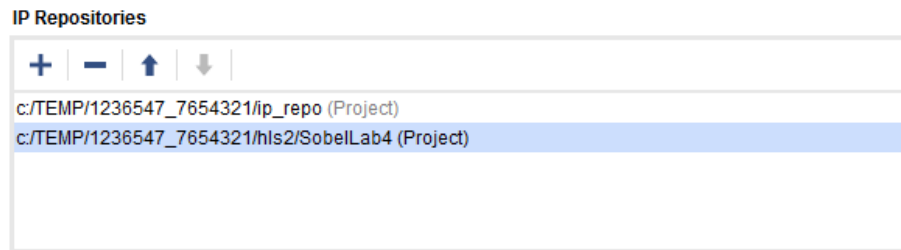

FIGURE 17 – *IP Repository* avec Sobel
1. Ajoutez un *IP Repository* (Tools/Settings/IP) pointant vers votre projet HLS (ex. *C :/TEMP/3610_4/matricule1_matricule2/HLS/SobelLab4*, figure 17)